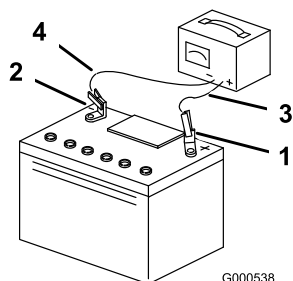

Bild 32
3. Ziehen Sie, wenn die Batterie voll geladen ist, den Stecker des Ladegeräts aus der Dose. Klemmen Sie dann die Klemmen des Ladegeräts von den Batteriepolen ab (Bild 32).